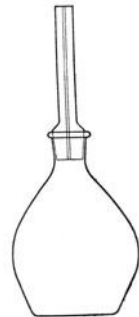

Fig. 18.
**Anleitung.** a) Prüfe, ob der Stopfen zum Dichtefläschchen gehört. Gleiche das Pyknometer (Fig. 18) nebst Stopfen auf der Wage ab.